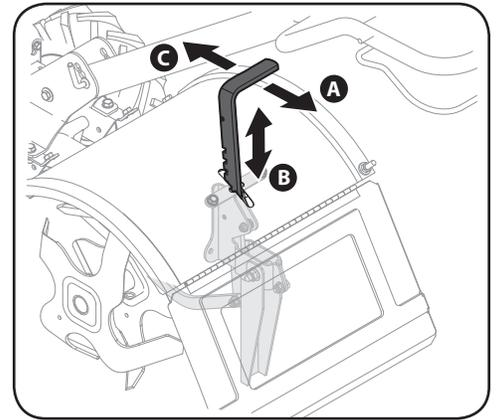

Figure 4-2
Voir Figure 4-2. Relâchez le levier (C).
Pour ajuster la tige de profondeur, déplacez le levier de réglage de la profondeur (A) vers l'arrière, tirez-le vers le haut ou poussez-le vers le bas (B) à la position désirée, puis relâchez le levier (C). Voir Figure 4-2.